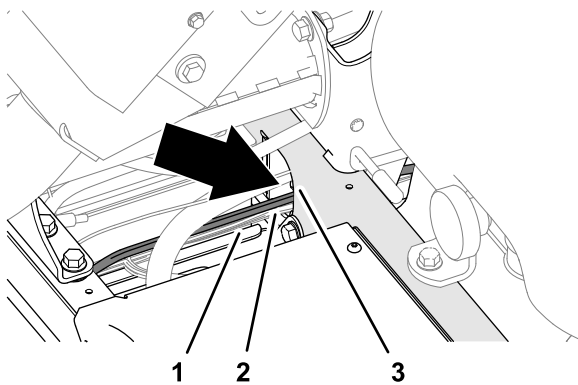

Bild 10
- Verlegen Sie den Rest des Kabelbaums entlang des Kabelbaums der Maschine und durch den Stützkanal (Bild 10).